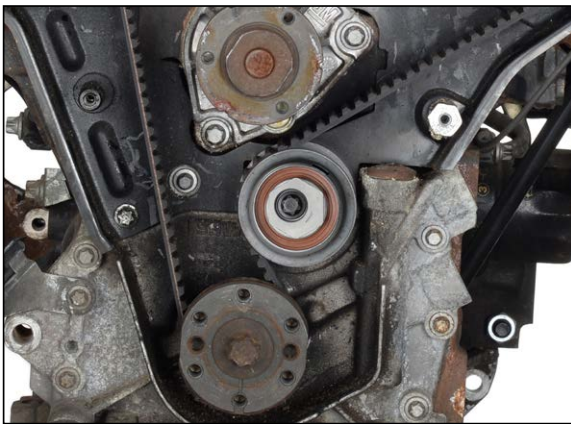

Fig. 17
3. Rodar o excêntrico da polia tensora inferior com a chave tensora MKM-6038 ou um alicate para bomba de água no sentido contrário ao dos ponteiros do relógio até a ponta do excêntrico ficar na posição das 2 horas (Fig. 17).